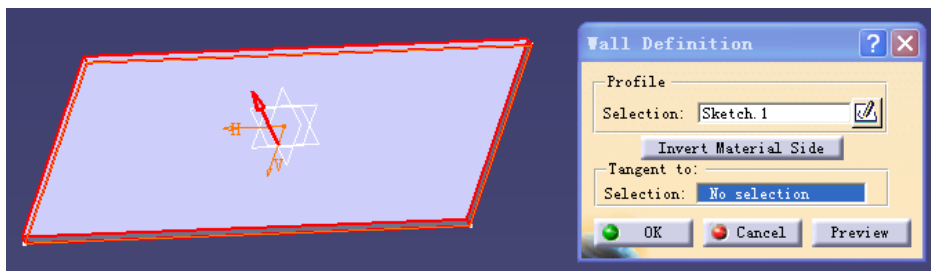

图 8-3
□ 生成壁的命令，。用 xy plane → Sketcher → Rectangle 生成一个四方形后，点击 键。Selection 栏中用鼠标右键选择四方形 (见图 8-3)。